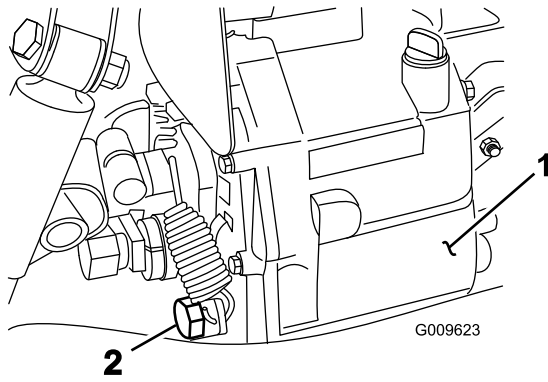

Figure 67
- Enlevez le bouchon de vidange sur le côté du réservoir et faites couler le liquide hydraulique dans un bac de vidange (Figure 67).